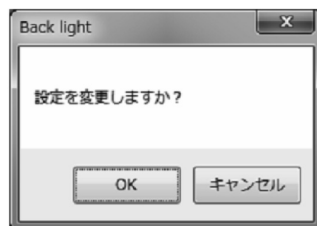

図90
- ⑤ 設定が完了し、「OK」ボタンをクリックすると、メッセージボックス(図90)が表示されます。